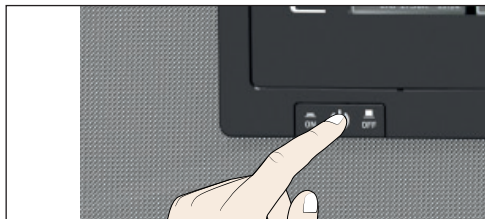

Рис. 24 Выключение устройства.
5. Выключите устройство (Рис. 24).